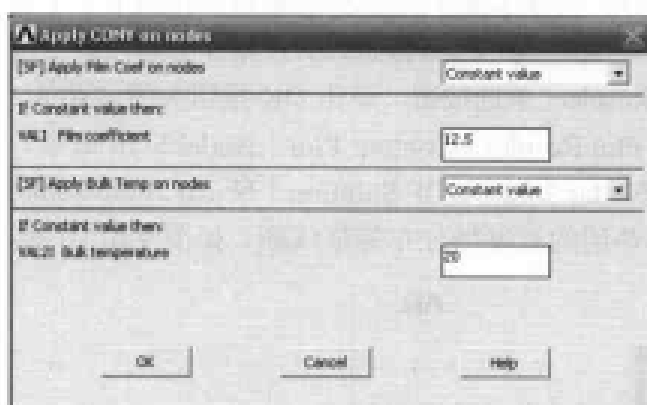
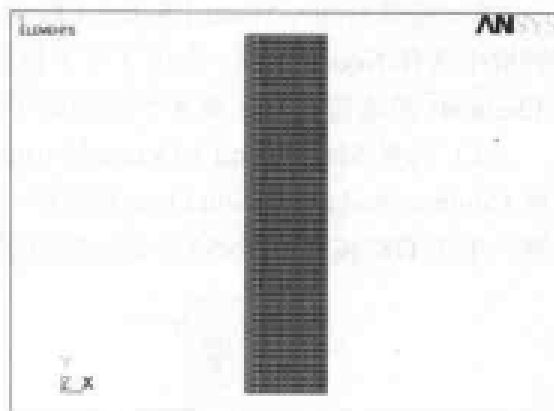

图 9-58 在节点上施加对流载荷对话框
图 9-59 加载后结果显示
(6) 选择 Utility Menu | Select | Everything 命令。
(7) 选择 Utility Menu | Select | Entities 命令, 出现 Select Entities 对话框, 在第 1 个下拉列表框中选择 Lines 选项, 在第 2 个下拉列表框中选择 By Num/pick 选项, 在第 3 个选项组中选 From Full 单选按钮, 单击 OK 按钮, 出现 Select Lines 菜单, 在文本框中输入 7, 单击 OK 按钮关闭该菜单。
(8) 选择 Utility Menu | Select | Entities 命令, 出现 Select Entities 对话框。在第 1 个下拉列表框中选择 Nodes 选项, 在第 2 个下拉列表框中选择 Attached to 选项, 在第 3 个选项组中选 Lines, all 单选按钮, 单击 OK 按钮关闭该对话框。
(9) 选择 Main Menu | Solution | Define Loads | Apply | Thermal | Convection | On Nodes 命令, 出现 Apply CONV on nodes 菜单, 单击 pick all 按钮, 出现 Apply CONV on nodes 对话框, 在 VAL1 Film coefficient 文本框中输入 12.5, 在 VAL2I Bulk temperature 文本框中输入 20, 如图 9-58 所示, 单击 OK 按钮关闭该对话框。
(10) 选择 Utility Menu | Select | Everything 命令。
(11) 选择 Utility Menu | Plot | Element 命令, 加载后的结果如图 9-59 所示。